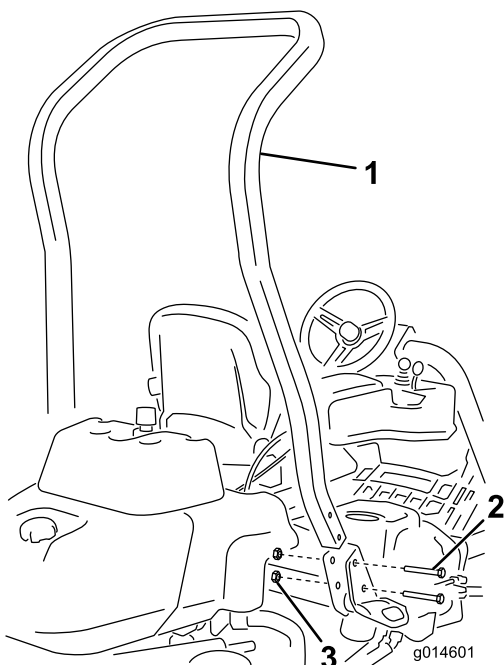

图3
3. 使用 4 个螺栓  $\frac{1}{2} \times 3\frac{3}{4}$  英寸 和 4 个凸缘螺母  $\frac{1}{2}$  英寸 将翻车保护杆安装到机器两侧的卡槽中 图3。